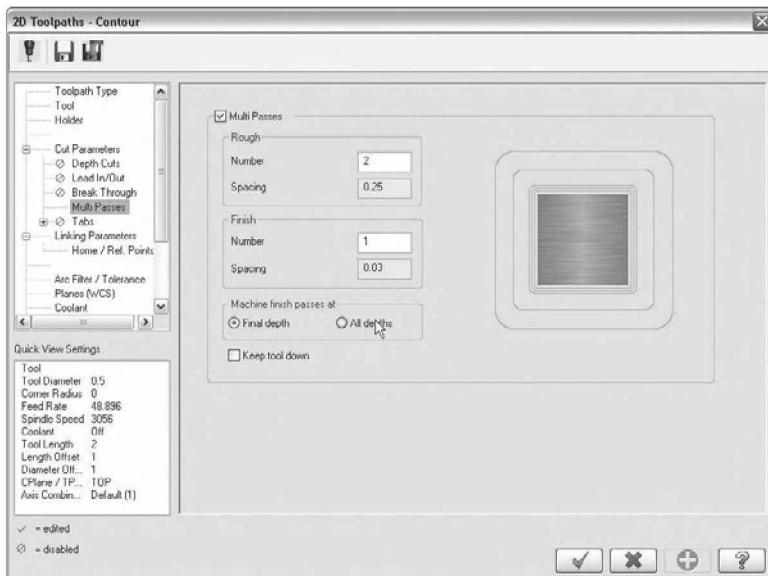

Figura 9-31 Segundo contorno – Parâmetros multipasse.
- Você não precisa de passes de corte na profundidade – apenas um passe de profundidade, 0,355 em Z, Figura 9-31, desmarcando a caixa de parâmetro de profundidade de corte.
- Utilize multipasses, Figura 9-31.